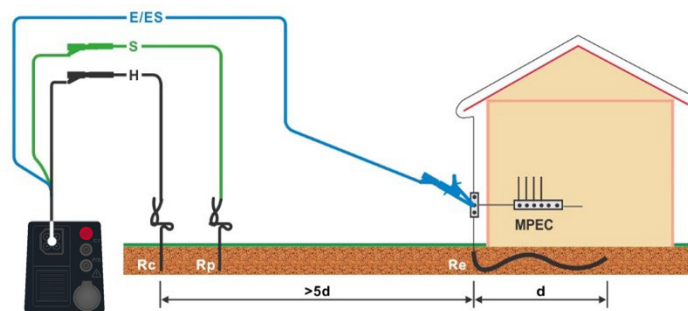
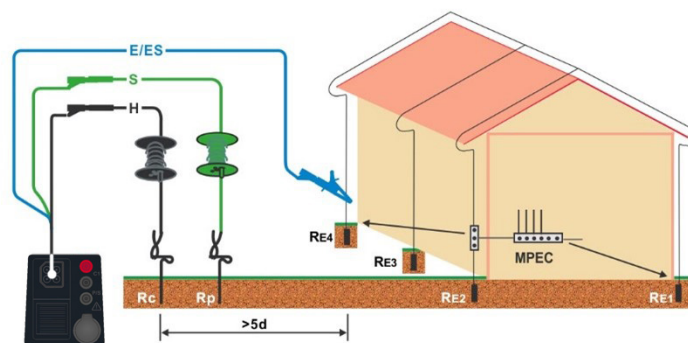

Abbildung 4.47: Erdungswiderstand, Messung der Haupterdung mit optionalen Erdungsset (044113)
Abbildung 4.48: Erdungswiderstand, Messung einer Blitzschutzanlage mit optionalen Erdungsset (044113)
- › Schließen Sie die 3-Leiter-Prüfleitung am Prüfobjekt an, siehe **Abbildung 4.47.** oder **Abbildung 4.48.**